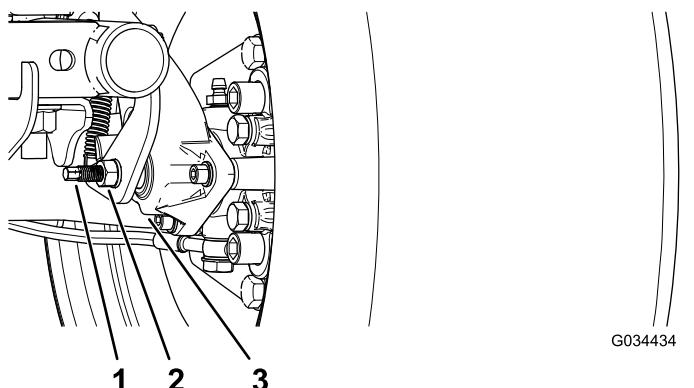

Figura 60
- Usando 2 llaves, sujeté el espárrago de ajuste de la pinza con una llave y afloje la contratuerca ¼ de vuelta con la otra llave (Figura 60).
- Sujetando el espárrago de ajuste y la contratuerca para que no se muevan, gire el espárrago de ajuste hacia dentro para apretarlo (Figura 60).
- Sujetando el espárrago de ajuste y la contratuerca para que no se muevan, afloje el espárrago ¼ de vuelta (Figura 60).
- Sujetando el espárrago de ajuste y la contratuerca para que no se muevan, apriete la contratuerca (Figura 60).